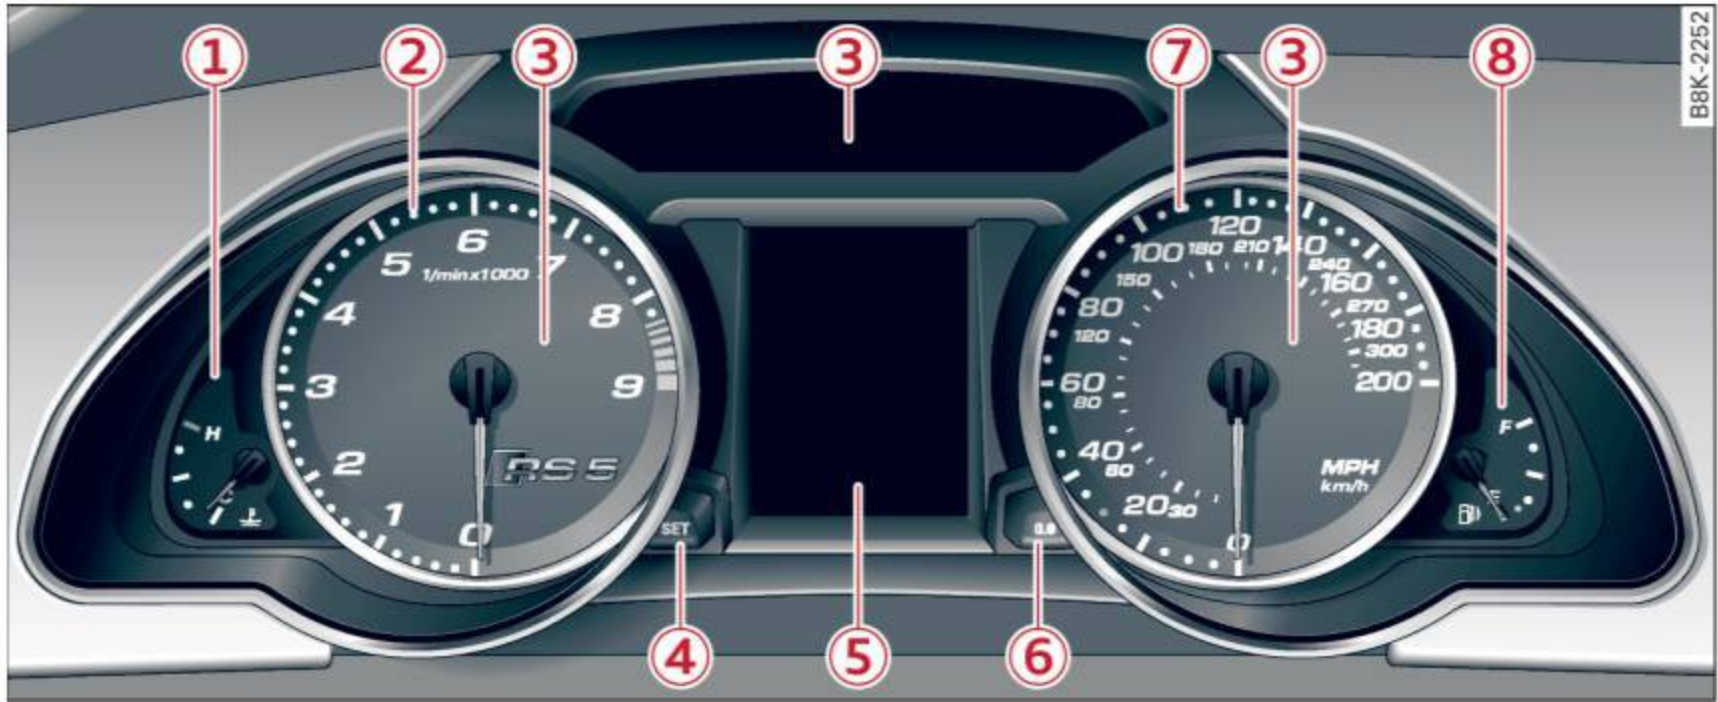

Fig. 3 Vue d'ensemble du bloc-instruments
L'indicateur du liquide de refroidissement ⇒ page 11, fig. 3 ① ne fonctionne que lorsque le contact d'allumage est mis. Pour éviter d'endommager votre moteur, veuillez tenir compte des remarques suivantes :
L'aiguille du compte-tours  ⇒ page 11, fig. 3 ne doit être dans la zone rouge que brièvement : vous pourriez endommager le moteur ! La début de la zone rouge varie en fonction du moteur.